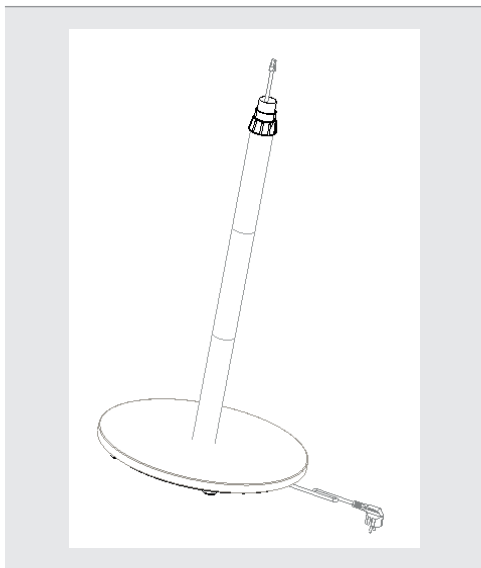

Abb.1c: Montage mittleres und oberes Rohrstück
3. Ziehen Sie zunächst das Netzkabel durch das mittlere Rohrstück und fixieren Sie das mittlere am unteren Rohrstück. Ziehen Sie danach das Netzkabel durch das obere Rohrstück und fixieren das obere am mittleren Rohrstück (siehe Abb. 1c).